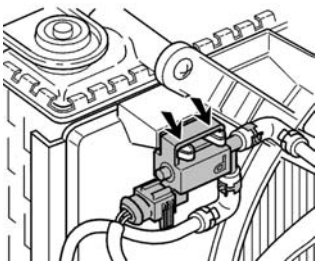

Abb. 1
- Taktventil vom Halter lösen (Abb. 1).